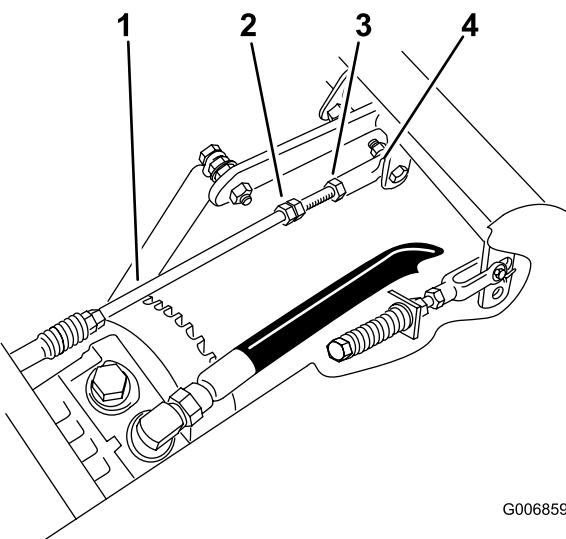

Figure 42
4. Desserrez le contre-écrou sur la rotule de la tige de commande droite de la pompe (Figure 42).
5. Serrez le contre-écrou sur la rotule et vérifiez la direction (Figure 42).